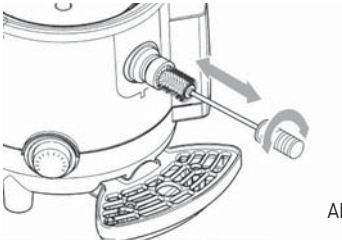

Abb. 25
**Achtung: Die mitgelieferte Flaschenbürste ist nur zur Reinigung des Verbindungskanals zwischen Behälter und Hahn zu verwenden (siehe Abschnitt 7.5, Abb. 25). Sie darf nicht für andere Bauteile benutzt werden.**